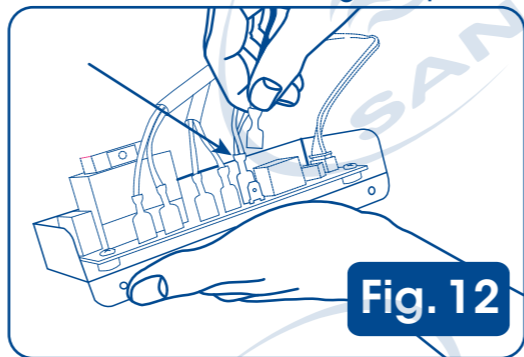

Fig. 12
4. Ubique los cables (rojo y negro) de las lámparas y desconecte (Fig. 12)